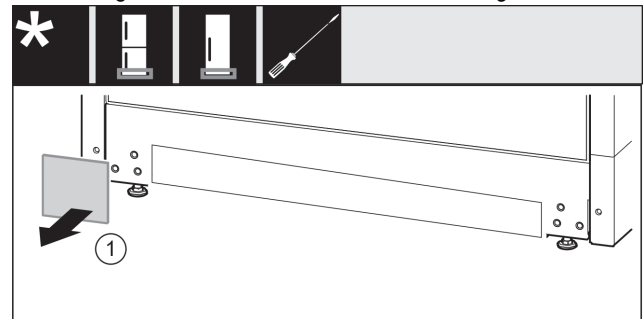

Fig. 15
- ▶ Vegye le a borítást. Fig. 15 (1)